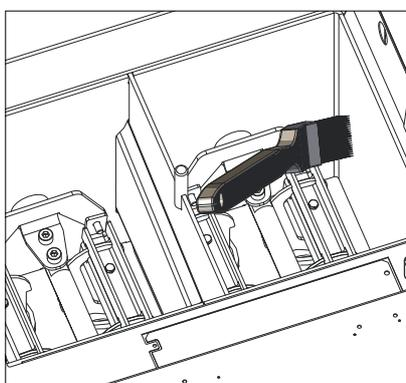

Fig. 50 Nettoyer les surfaces d'échange
- ▶ Nettoyer les surfaces d'échange avec un pinceau et une spatule – Fig. 50.